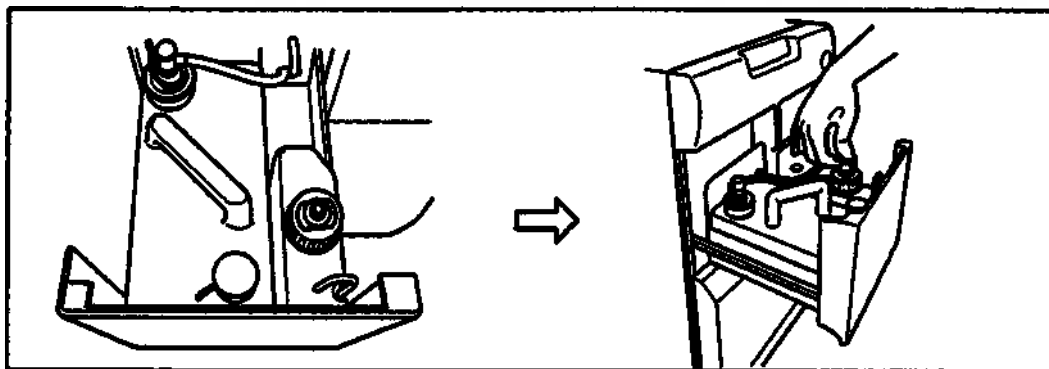

Рис. 4.84
7. Убедитесь в отсутствии протечек 70% раствора этилового спирта за пределы бака. Поместите бак с 70% раствором этилового спирта на лоток для моющего раствора/спирта OER- присоедините трубку, которая изначально была присоединена к крышке (см. рис. 4.84).